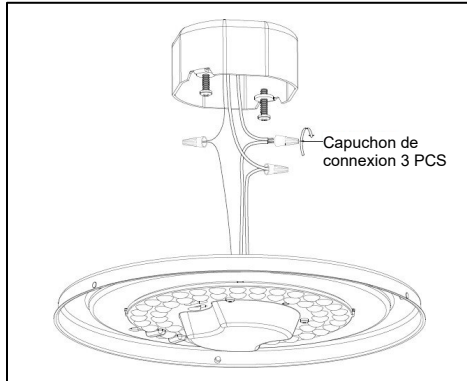

Figure 8
- Une fois l'alimentation coupée, maintenir fermement du boîtier du luminaire (2) et brancher le fil de terre en cuivre du luminaire au fil de cuivre nu du boîtier de raccordement à l'aide d'un capuchon de connexion (5) (si le câblage de votre boîtier ne comprend pas de fil de terre, consulter votre code électrique local pour connaître la méthode de mise à la terre approuvée). (Voir la figure 8)
- Utiliser les capuchons de connexion (5) pour raccorder le câble noir du luminaire au câble d'alimentation noir et le câble blanc du luminaire au câble d'alimentation blanc. (Voir la figure 8)